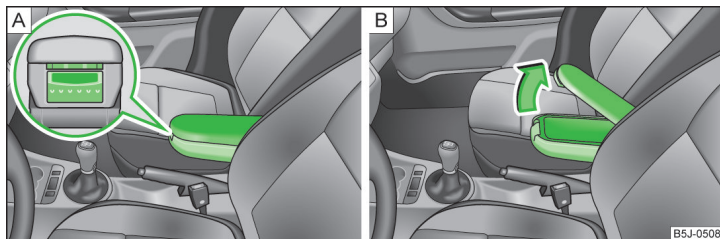

Fig. 88 Bracciolo: scomparto portaoggetti / apertura dello scomparto portaoggetti
- Premere il tasto inferiore posto sul lato anteriore del bracciolo » fig. 88 - [A].
- Premere il tasto superiore e quindi ribaltare verso l'alto il coperchio dello scomparto portaoggetti » fig. 88 - [B].